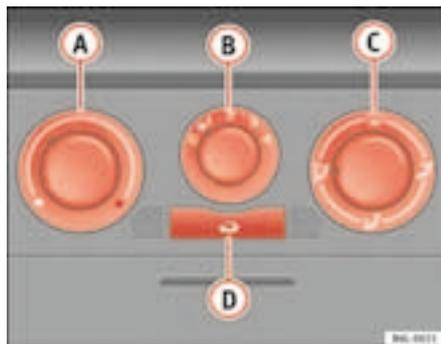

Fig. 89 Mandos de la calefacción en el tablero de instrumentos
- Gire el regulador de temperatura ⇒ fig. 89 **A** hacia la izquierda.
- Gire el regulador de la temperatura ⇒ fig. 89 **A** hacia la derecha hasta alcanzar el grado de calefacción deseado.
- Gire el regulador de la temperatura ⇒ fig. 89 **A** hacia la derecha hasta el nivel máximo de calefacción.
- Gire el regulador de temperatura ⇒ fig. 89 **A** hacia la zona de calefacción.